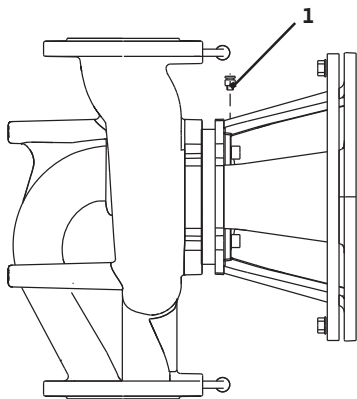

Fig. 41: Вентиляційний клапан
- Повітря з насоса видаляють, відкриваючи вентиляційний клапан (Fig. 41, п. 1). Сухий хід руйнує ковзаюче торцеве ущільнення насоса. Видаляти повітря з датчика перепаду тиску заборонено — загроза ушкодження!